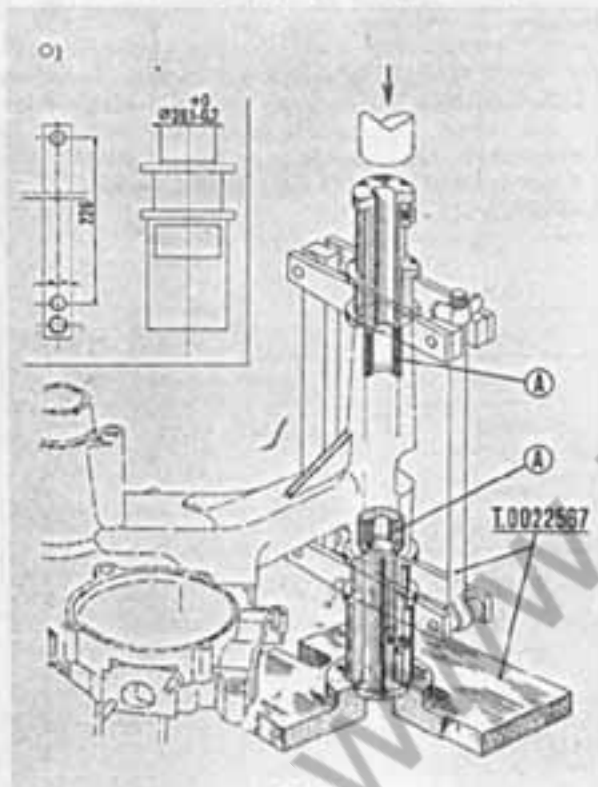

Fig. 59
1.a Operazione (Fig. 59): Collegare la traversa sull'attrezzo T.0022567 e introdurre, attraverso le feritoie dell'attrezzo, i tamponi « A » con le svasture rivolte come in figura; usare una pressa di potenza min. 5 t. Per facilitare il montaggio, immergere i tamponi in